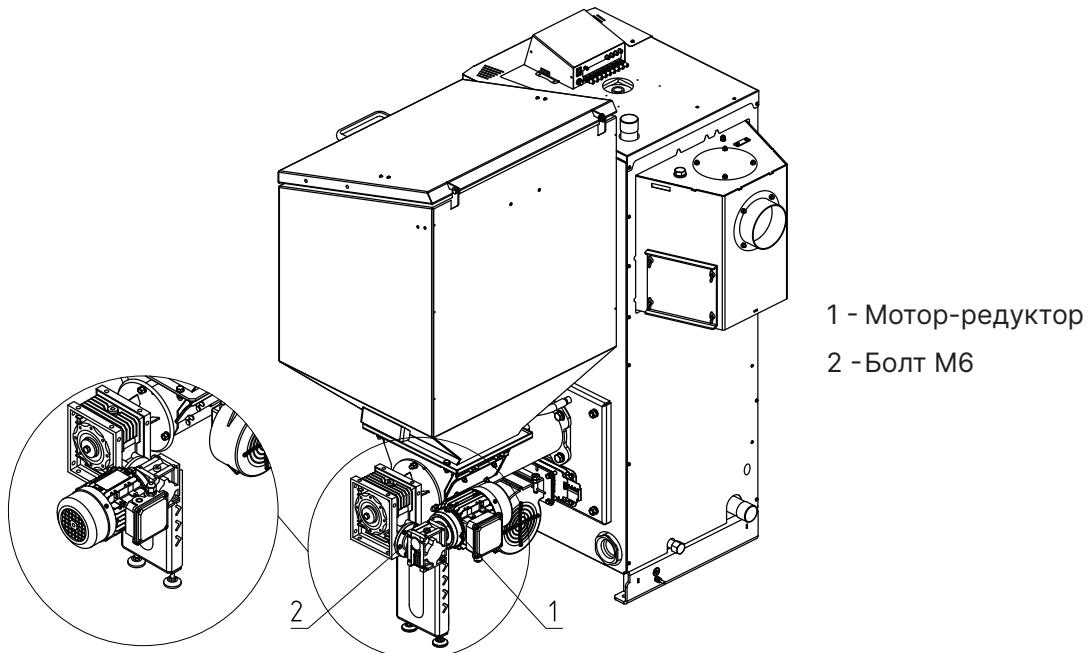

Рис.10 Изменение положения мотор-редуктора
В котле имеется возможность поменять положение двигателя мотор-редуктора **см. Рис.10.**
1. Выкрутите 4 болта M6 (**Рис.10, поз.2**);
2. Снимите мотор-редуктор (**Рис.10, поз.1**);
3. Переверните его по горизонтали на 180° как показано на **Рис.10**;
4. Зафиксируйте мотор-редуктор (**Рис.10, поз.1**) болтами M6 (**Рис.10, поз.2**).